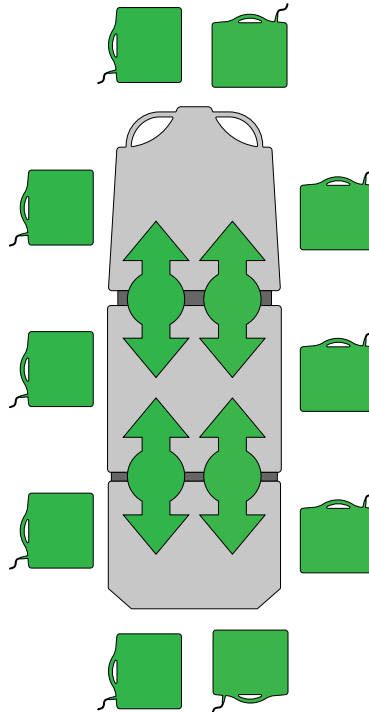

Figura 30 – Inserimento o rimozione delle cassette radiografiche sull'opzione Prime X
1. Centrare il paziente sul prodotto con le apposite etichette di posizione poste su tutti i lati del prodotto (Figura 30).